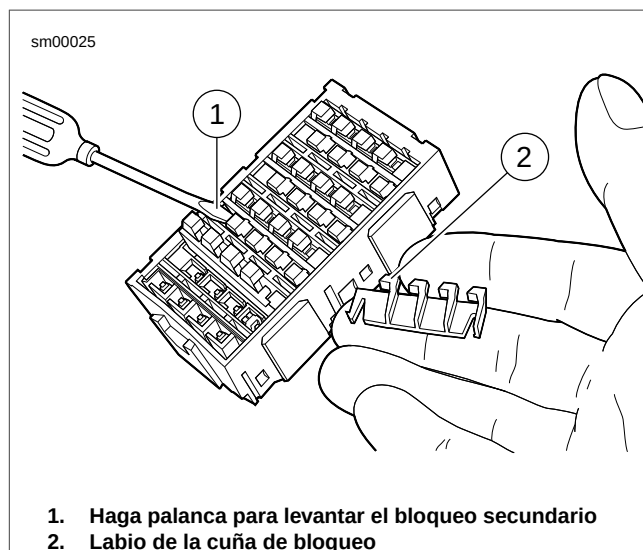

Figura A-21. Bloque de fusibles: Extracción de los bloqueos secundarios
1. Vea Figura A-21. Para quitar los bloqueos secundarios, inserte el extremo de un destornillador pequeño de hoja plana (1) debajo del labio de la cuña de bloqueo (2) y suavemente haga palanca hacia arriba en el bloqueo secundario.